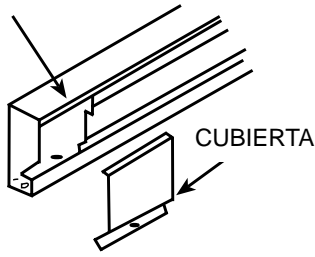

Figura 1
- Extraiga la cubierta del compartimiento seleccionado de cableado (Figura 1) y descarte.